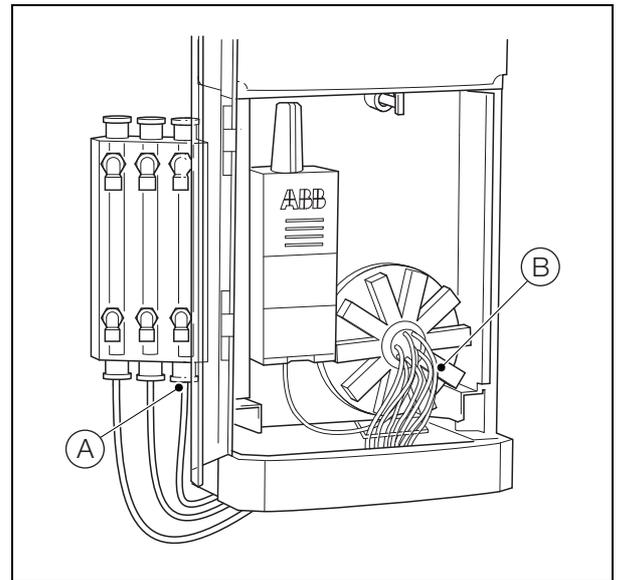

Fig. 13.4 Sostituzione dei tubi campione
1. Con riferimento a Fig. 13.4:
- b. Scollegare il tubo dalla base del potenziometro del campione laterale (A) e gettarlo via.
- d. Installare il tubo in base alle annotazioni prese nel passaggio a e collegare l'altra estremità al connettore della valvola S1 (B) sul collettore a valvola.